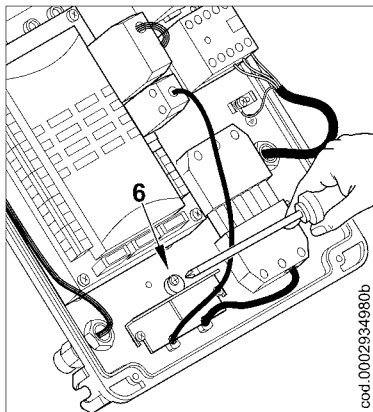

Рисунок 3
- 3) Поместите кабельный зажим, как указано на рис. 3. Поверните эксцентрик (6) так, чтобы пластинка зажима оказала должное давление на два кабеля, теперь можно затянуть винты, фиксирующие пластинку зажима. Соедините два разъёма: 7-штырьковый и 4-штырьковый.